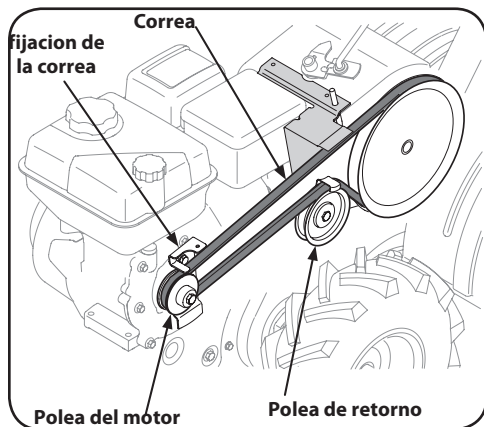

Figura 5-3
4. Retire la ménsula del guardacorreas ubicado detrás de la polea del motor extrayendo dos pernos hexagonales y arandelas de seguridad. Vea la Figura 5-3.
6. Después de armar, cerciórese de que la correa pasa sobre la polea loca y por dentro de los guardacorreas junto a la polea del motor. Vea la Figura 5-3.